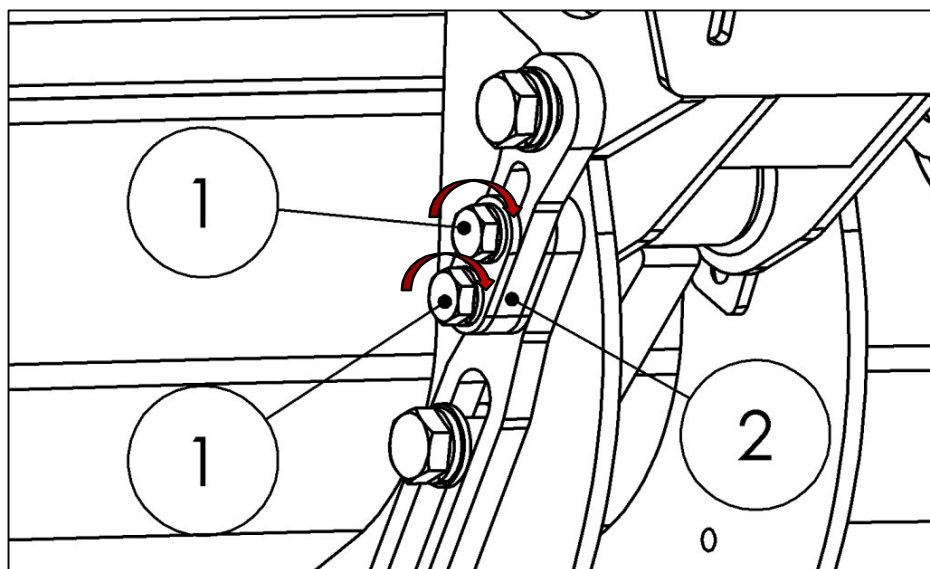

Fig. 83
- Apriete los 2 tornillos (1) de la placa de sujeción (2) del tope de la plataforma con un par de 195 Nm (ver Fig.83).